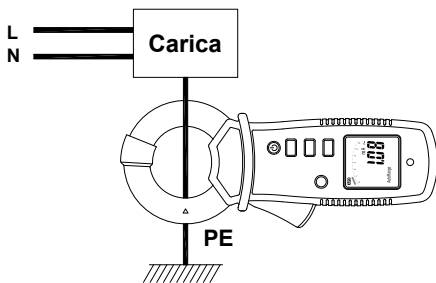

Figura 1: Misurazione con metodo diretto della corrente di dispersione verso terra (PE)
Per i sistemi con messa a terra, in caso di guasto, la corrente di dispersione deve essere condotta tramite il conduttore di terra (PE) (Figura 1). È possibile misurare tale corrente direttamente in un conduttore di terra utilizzando una pinza amperometrica per la corrente di dispersione.